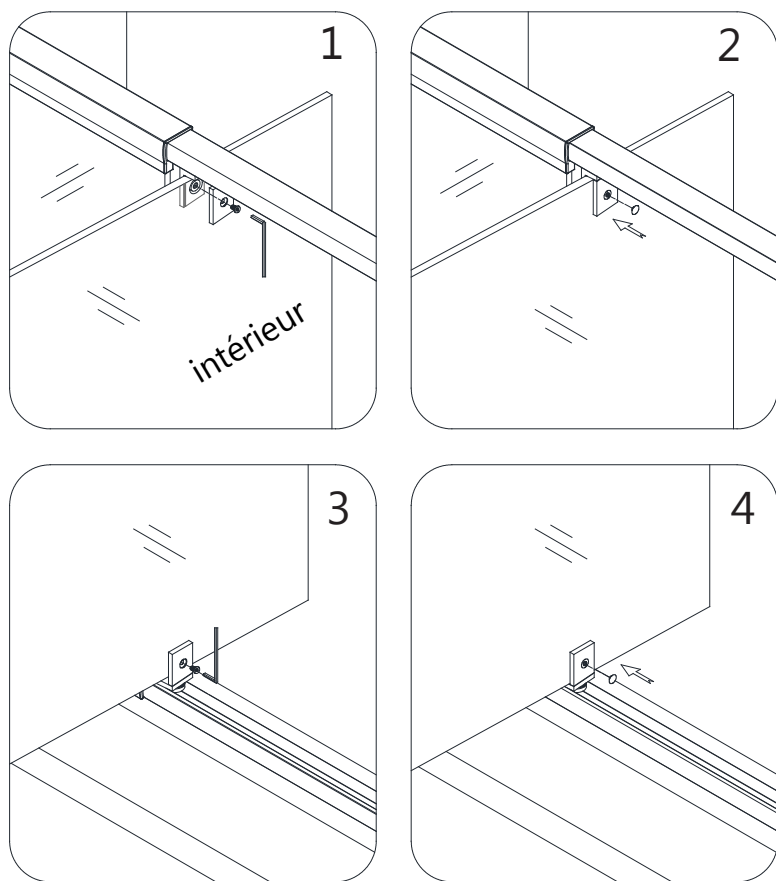

Fig 15
15. Installez soigneusement la **porte vitrée (N° 17)** sur la quincaillerie des **pivots du haut et du bas (N° 16)**. Assurez-vous que tous les joints statiques sont posés pour protéger la vitre. Recouvrez les boulons de pivot avec les capuchons décoratifs. **Fig. 15**